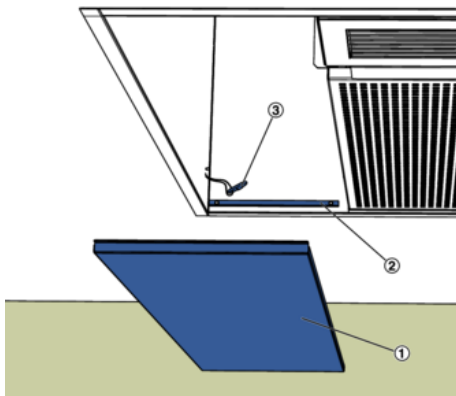

Abb. 44: Seitenblende einlegen
20. ▶ Die beiden Seitenblenden (Abb. 44/1) an den Fangseilen (Abb. 44/3) einhängen und auf den Winkel (Abb. 44/3) legen.